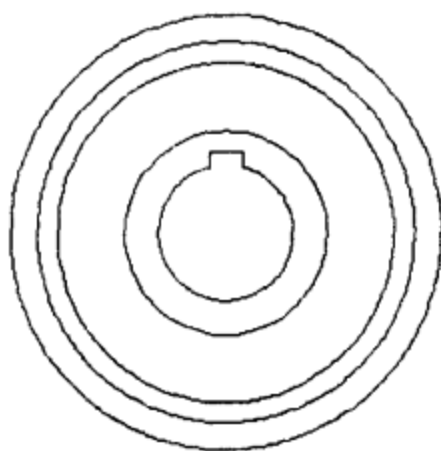

图 11-15 轮廓草图 (一)
- (1) 在二维绘图空间，单击【绘图】工具条【圆】命令按钮，绘出直径为 $\Phi 64$ 、 $\Phi 56$ 、 $\Phi 50$ 、 $\Phi 30$ 和 $\Phi 20$ 的圆，如图 11-15 所示
- (2) 单击【绘图】工具条【直线】命令按钮，绘出如图 11-15 所示键槽。